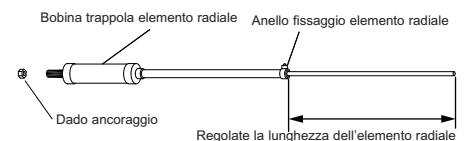

Fig. 5
- 1 Riferendovi alla tabella lunghezze A/B, accoppiate le bobine trappola radiali con il loro elemento e fissate con la ghiera fissaggio (fig. 5).